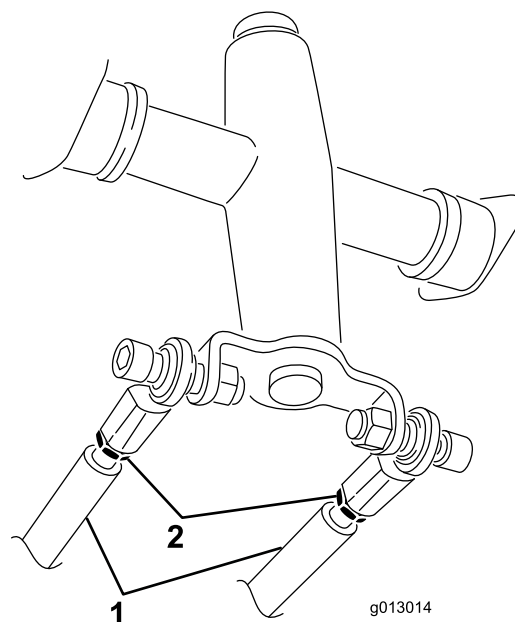

Figura 56
3. Allentare i controdadi situati sulle aste di trazione, al di sotto della plancia (Figura 56).